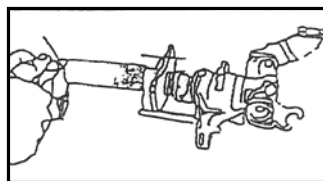

Abb. 4
Drücken Sie den Auslöser (2) und ziehen Sie den Hebel (4), um die Druckspindel (5) aus dem Bremskopf zu entfernen. Siehe Abb. 4.